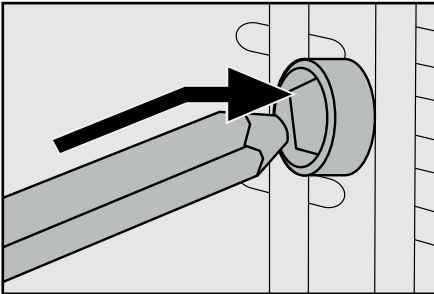

Fig. 1: Infilare lo spiedo **16** nell'azionamento **1**.
- Infilare nell'azionamento **1** prima l'estremità dello spiedo **16** **senza** scanalatura (fig. 1):